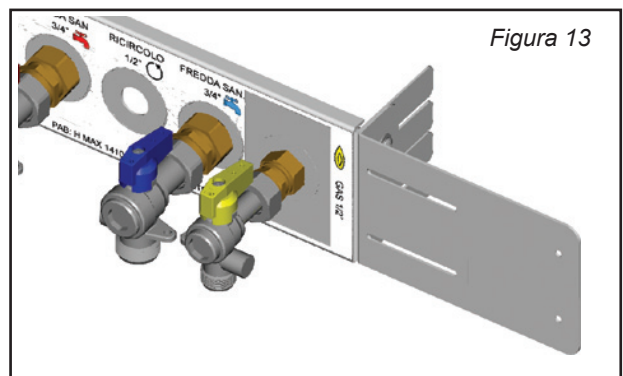

Figura 13
- 1) tubi sotto intonaco con spaccatura nel muro più ampia dell'ingombro caldaia (figura 13 e 14).